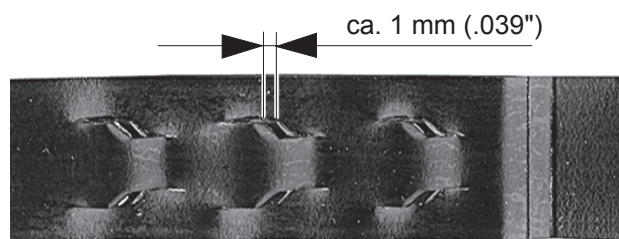

Fig. 7
- **Effectuer la vérification du sertissage (voir fig. 7).**
– **Effectuer la vérification du sertissage (voir fig. 7).**